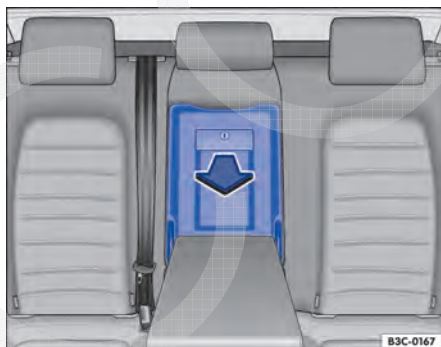

Fig. 114 No encosto do banco traseiro: abrir o dispositivo para transporte de objetos longos.
- Puxar a alavanca de destravamento ⇒ Fig. 114 e rebater a tampa do dispositivo para transporte de objetos longos completamente para a frente, na direção da seta.